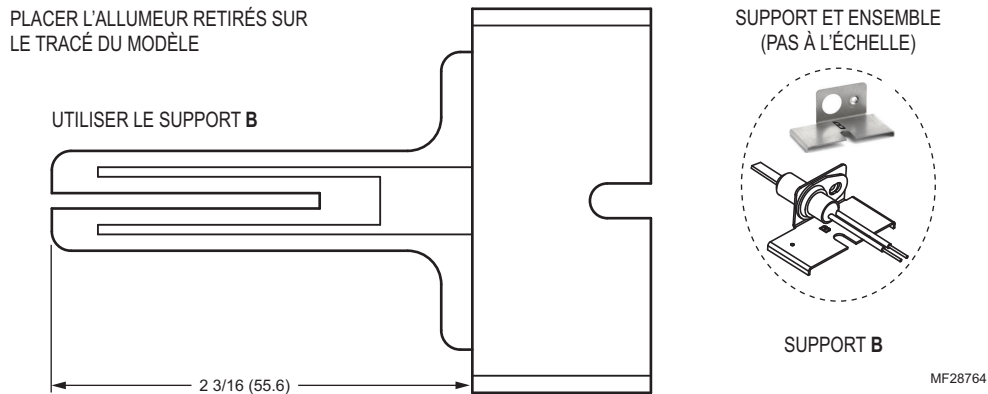
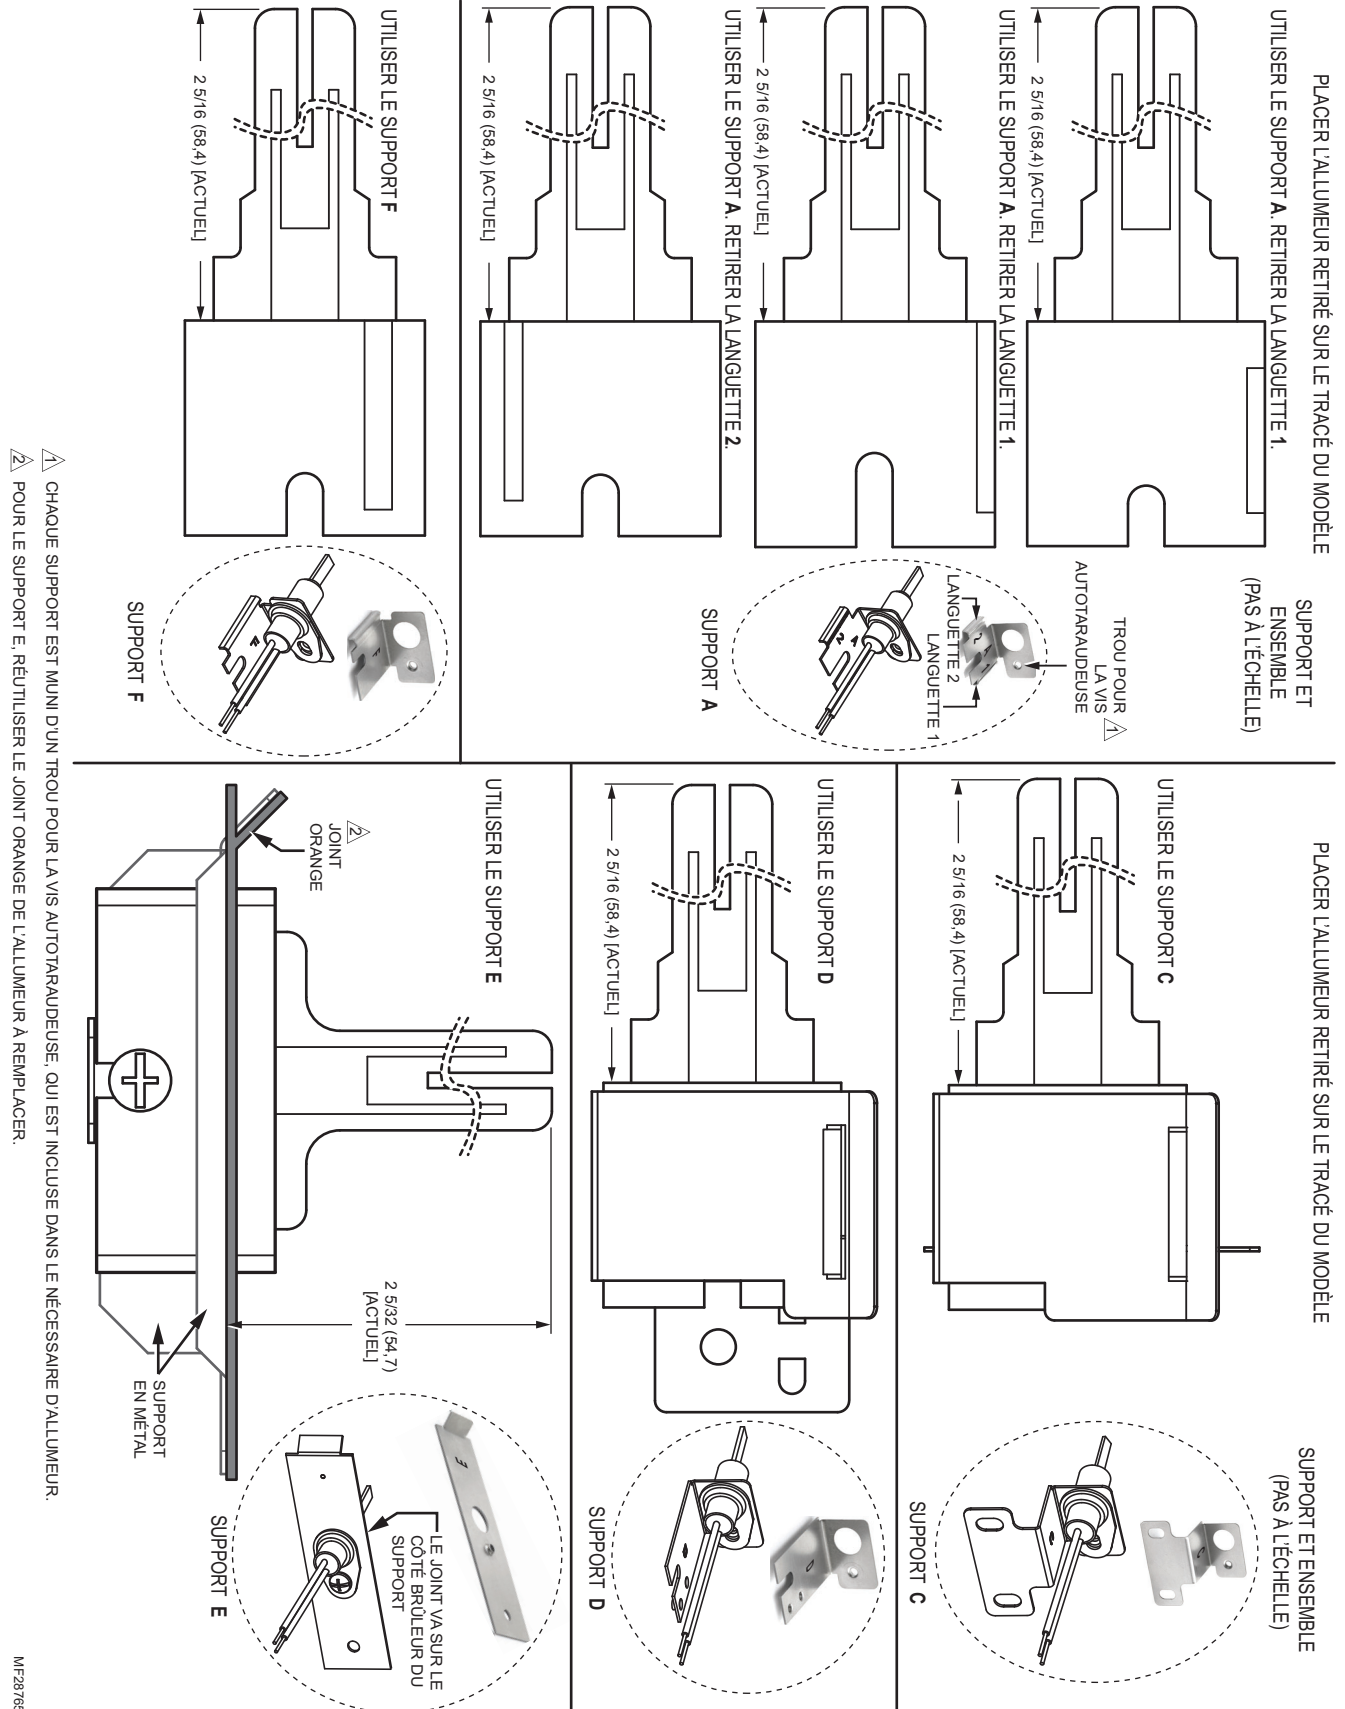

Fig. 2. Modèle de support d'allumeur B; dimensions en pouces (mm).
Fig. 3. Modèles de support d'allumeur A, C, D, E et F; dimensions en pouces (mm).
2. En utilisant les modèles de sélection de support (Fig. 2 et Fig. 3), le tableau de référence (Tableau 1) et l'ensemble d'allumeur d'origine, placer l'allumeur sur les modèles pour sélectionner le support à utiliser pour l'installation.
b Pour les allumeurs nécessitant le support A, utiliser le modèle (Fig. 3 à la page 4) pour déterminer la languette à retirer.